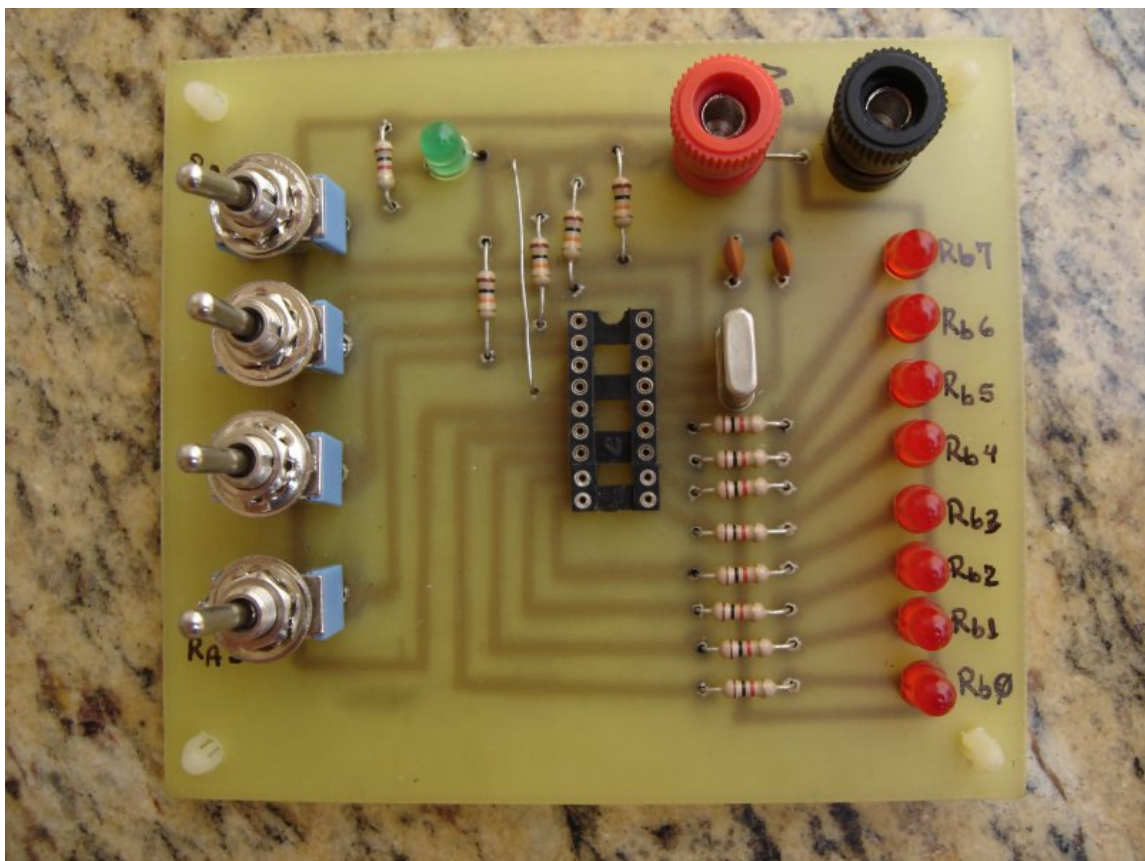

Figura 1 – Foto do Testador de PIC com LED's Seqüenciais
-Este circuito sinaliza através de LED's as portas R_B0 a R_B7 do Micro-Controlador PIC. Ele ainda é composto de uma conjunto de 4 chaves de entrada que ativa as entradas R_A1 a R_A4 . Ainda é necessária uma fonte de alimentação externa de 5 V sendo que utilizamos para isto o existente no Laboratório de Eletrônica. A foto da Figura 1 abaixo ilustra este circuito: